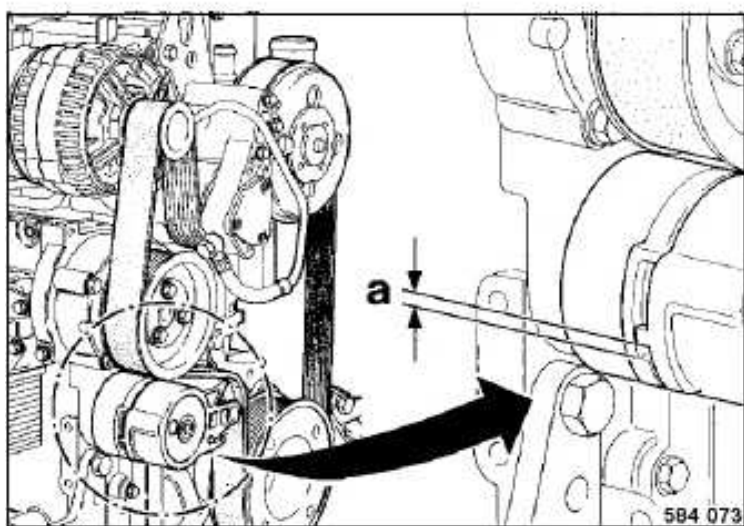

Fig. 128
- Comprobar la distancia entre el talón del brazo tensor móvil y la caja tensora estacionaria (Fig. 128).